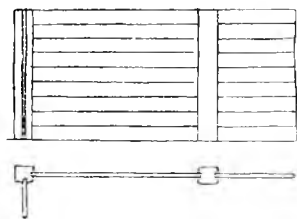

Рис. 74. Дощатая стена.
**Дощатые стены.** Стены холодных, неотапливаемых строений состоят из брусчатой обвязки (скелета), которая обшивается однодюймовыми (2,5 см) досками, или же промежуток между стойками заполняется 6-сантиметровыми ( $2\frac{1}{2}$ -дюйм.) досками, которые загоняются в пазы стоек (рис. 74). Стойки закапывают в землю или ставят шипами на лежень, уложенный на большие камни или на деревянные стулья, вкопанные в землю. Стулья делаются из 30-сантиметровых (7-вершк.) бревен, длиною от 1,25